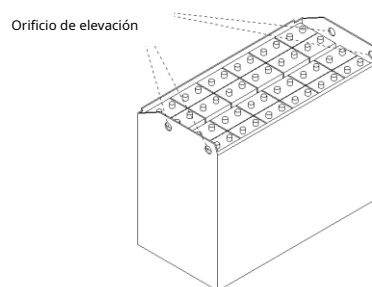

Figura 2-30
(4) La figura 2-30 muestra cómo levantar una caja de batería.